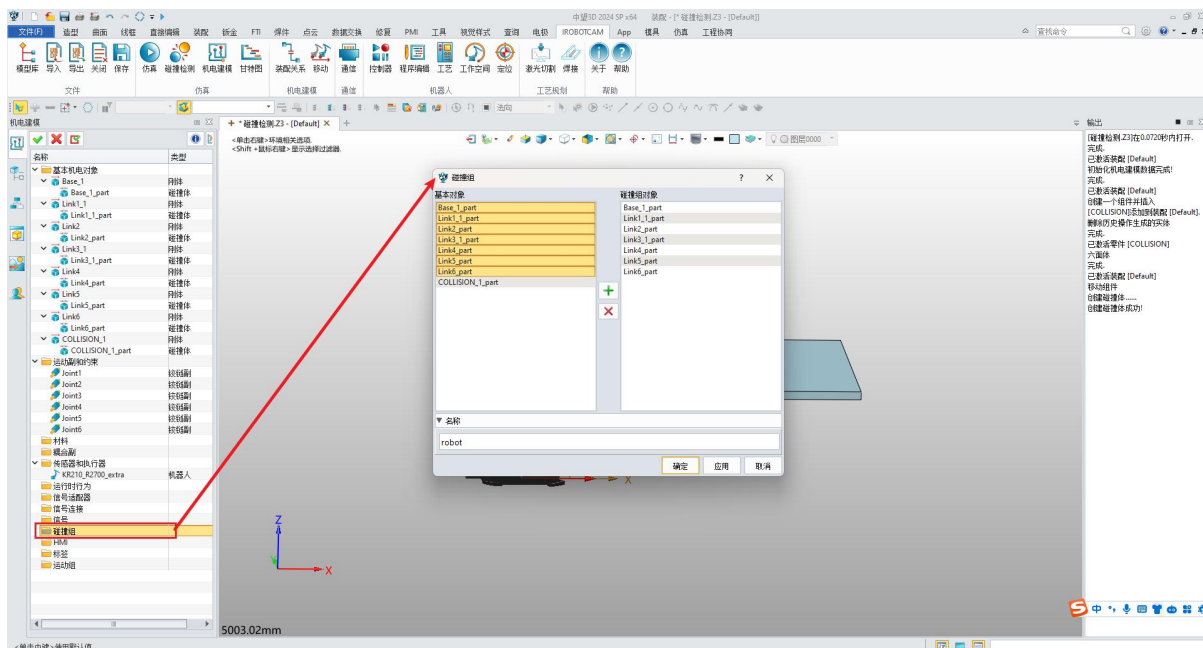

图 11-9: 机器人碰撞组
- ◇ 双击“Default”装配以整体激活它。(图 11-9)